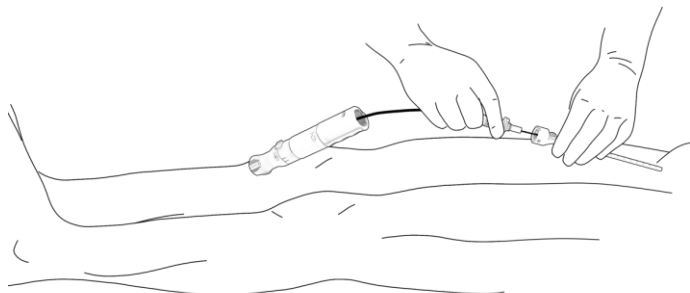

Figure 8. Faire progresser le dispositif de fermeture PerQseal+ sur la gaine d'introduction.
- b. Faire progresser la canule de chargement sur le guide, vers le raccord de la gaine d'introduction, Figure 8. En cas de difficulté à suivre le guide, s'assurer que celui-ci n'est pas plié et qu'il ne contient pas de sang coagulé ni de thrombus.